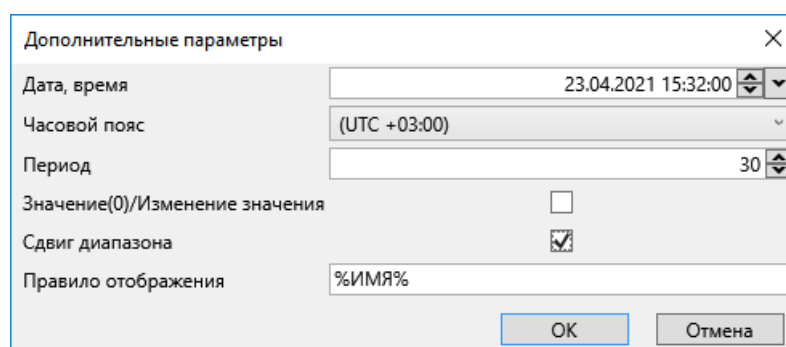

Рисунок 71 – Дополнительные параметры вызова
- средства просмотра наборов данных, возвращаемых хранимыми процедурами профиля проекта (3.5.15) по значениям сигналов объекта, содержащихся в долговременной БД. Описание набора средств просмотра данных совпадает с подразделом **Данные** раздела **Данные** (3.7.4.13.1), кроме параметров времени. Дополнительно в диалоге настройки параметров хранимой процедуры (рисунок 71) указывается дата, за которую необходимо формировать набор данных для просмотра.